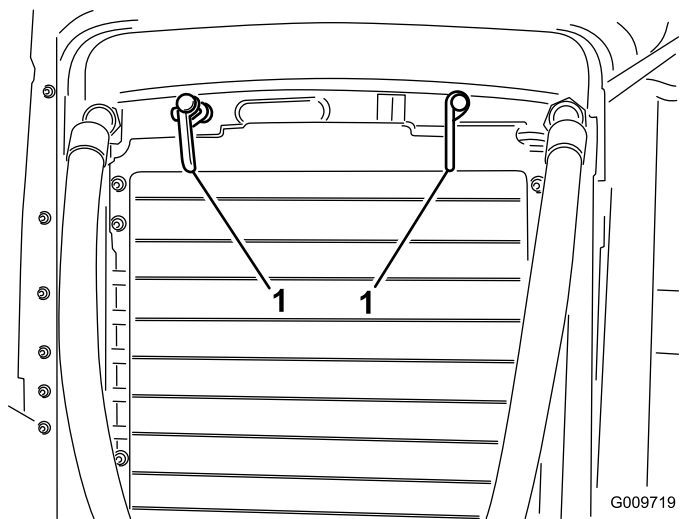

Bild 52
2. Drehen Sie die Riegel (Bild 52), mit denen der Ölkühler am Rahmen befestigt ist.